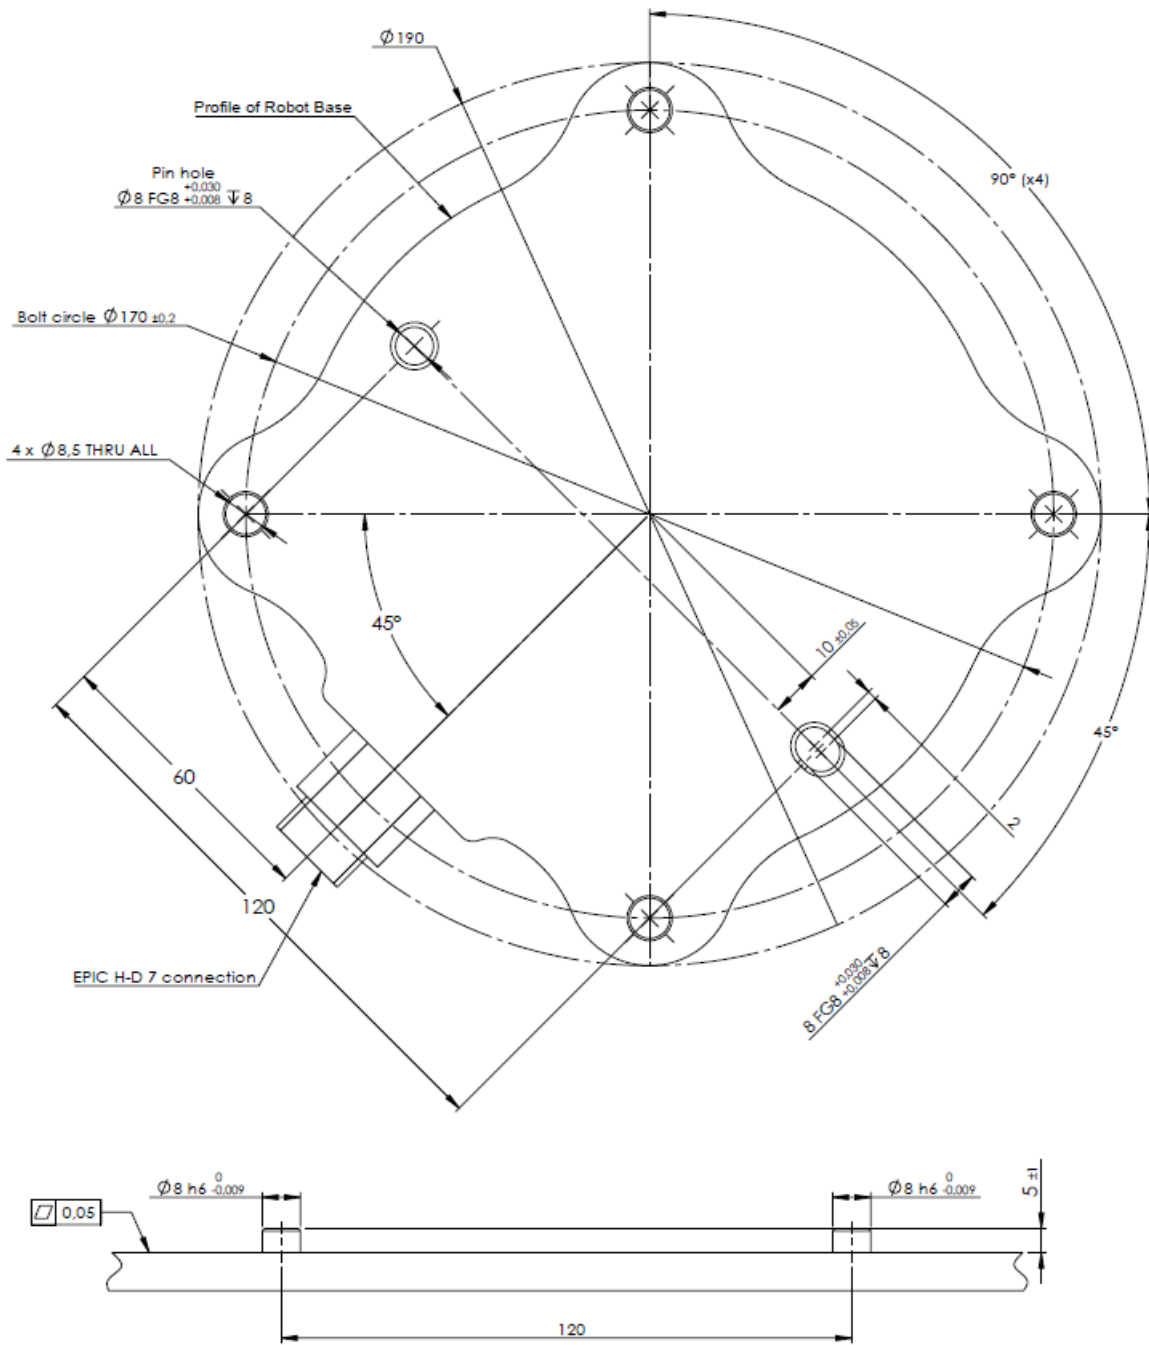

图 4.1: 机器人安装孔。使用 4 颗 M8 螺栓。所有测量值均以 mm 为单位。
**机器手臂** 使用 4 颗 M8 螺栓, 通过机器人基座上的 4 个 8.5 mm 孔来安装机器手臂。建议以 20 N·m 扭矩紧固这些螺栓。如果需要非常准确地调整机器手臂位置, 还可以钻 2 个  $\varnothing 8$  的孔, 用销加以固定。也可采购精确的基座作为附件来使用。图 4.1 显示了钻孔位置和螺丝安装位置。